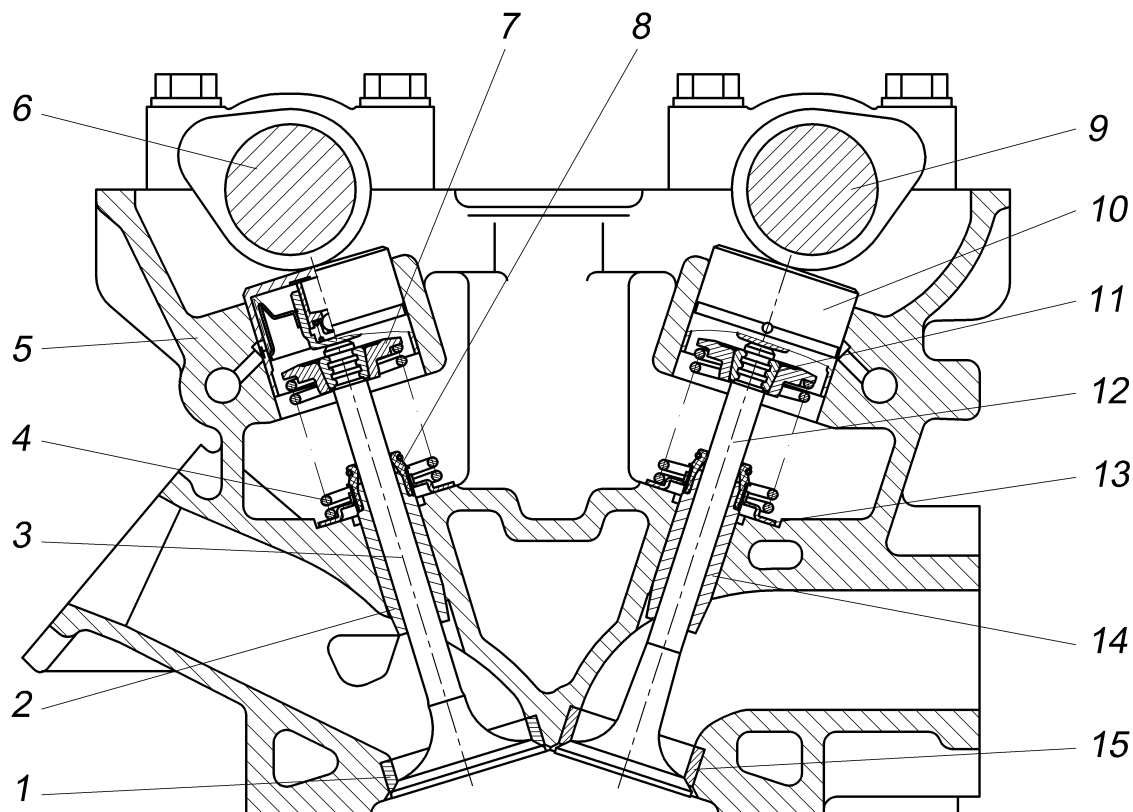

Рис.28. Привод клапанов:
**Привод клапанов** (Рис.28) осуществляется двумя распределительными валами 6 и 9, расположенными в головке цилиндров 5. Кулачки распределительных валов действуют непосредственно на гидротолкатели 10, которые перемещаются в цилиндрических отверстиях головки цилиндров. Применение гидравлических толкателей в приводе клапанов исключает необходимость регулировки зазоров. В приводе применяется одна пружина на каждый клапан.